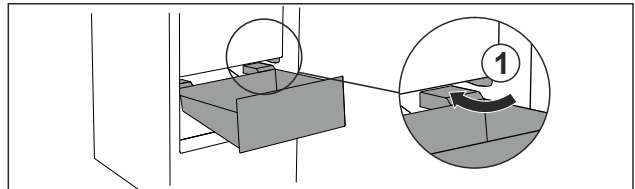

Fig. 77
- ▶ Schubfach schräg um die Stopper Fig. 77 (1) herumführen.